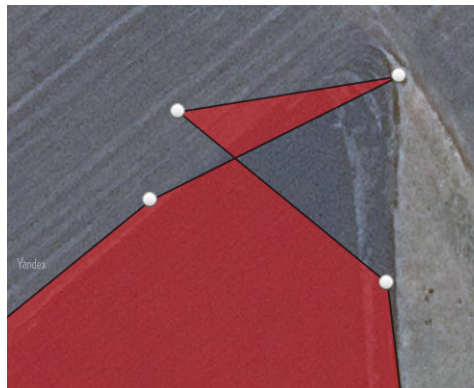

Рис.6. Участок самопересечения геозоны.
Для того чтобы исправить самопересечение геозоны, необходимо дважды нажать левую кнопку мыши на тексте ошибки – в Модуле отображения карт будет показан выбранный участок самопересечения геозоны (Рис.6). Затем необходимо выполнить перестроение геозоны так, чтобы исключить самопересечение (Рис.7).
- далее перейти в раздел настроек Свойства – Секции и настроить секции инструмента (**Рис.6**):